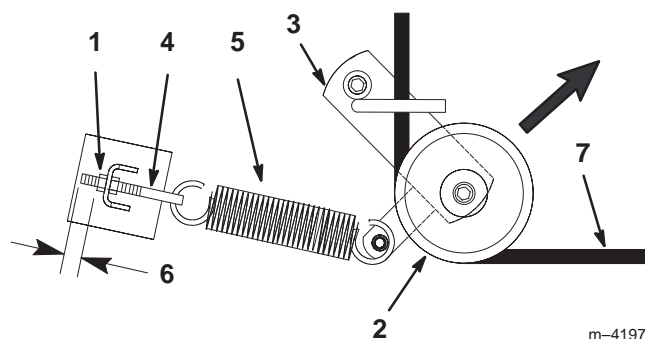

Figure 44
6. Tirez la poulie de tension dans la direction indiquée à la Figure 44 et retirez la courroie des poulies.
7. Faites passer la courroie neuve dans le bras de tension et autour de la poulie de tension (Fig. 44).
8. Tirez la poulie de tension dans la direction indiquée à la Figure 44 et acheminez la courroie autour des autres poulies (Fig. 45).
Remarque : Vérifiez qu'une longueur de 3 mm de filetage du boulon à œil est visible (Fig. 44).